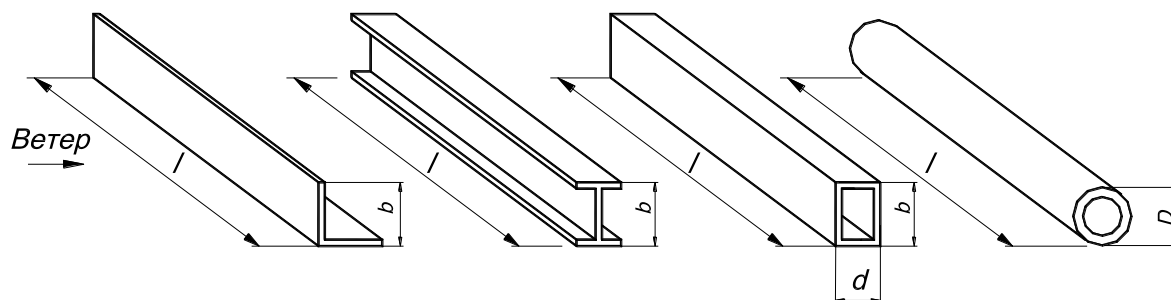

Рисунок 1
- фактическая подветренная площадь груза (например, бетонный элемент конструкции высотой $b = 2$ м и длиной $l = 10$ м (Рисунок 1)) $A_{\text{факт}} = 20 \text{ м}^2$;